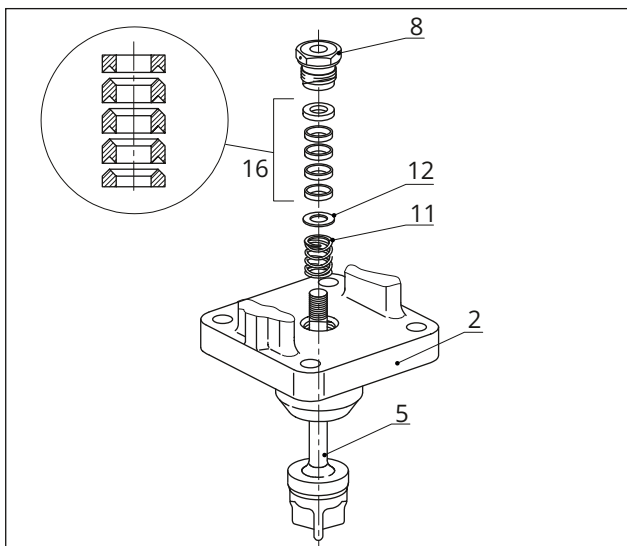

Fig. 26: Pacco premistoppa standard
10. Riporre la flangia (2) sull'alloggiamento.
11. Con un attrezzo idoneo infilare con cautela i componenti del premistoppa attraverso l'asta dell'otturatore nell'area del premistoppa. Per il posizionamento corretto, vedere Fig. 26.
12. Premere l'otturatore (5) stretto nel seggio (4). Fissare la flangia (2) con i dadi dell'alloggiamento (14). Serrare gradualmente a croce i dadi del corpo. Rispettare le coppie di serraggio.
13. Avvitare e stringere la boccola filettata (8). Rispettare le coppie di serraggio.
14. Avvitare il controdado (10) e il dado del raccordo (9) sull'asta dell'otturatore senza stringerli.
9. Con un attrezzo idoneo, infilare i componenti del premistoppa attraverso la prolunga dell'asta dell'otturatore nell'area del premistoppa. Per il posizionamento corretto, vedere Fig. 26.
10. Fissare la parte superiore della valvola con viti (32) e dadi (33). Rispettare le coppie di serraggio.
11. Avvitare e stringere la boccola filettata (8). Rispettare le coppie di serraggio.
12. Avvitare il controdado (10) e il dado del raccordo (9) sull'asta dell'otturatore senza stringerli.